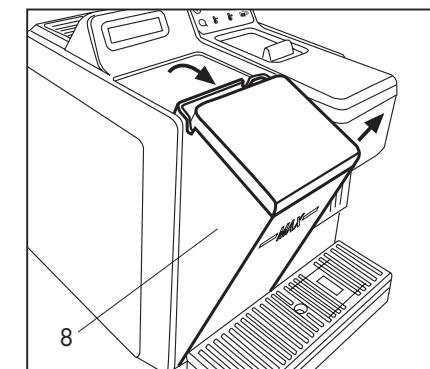

Fig. 1
- Per estrarre il serbatoio, premere leggermente la parte superiore, far scorrere e ruotare verso l'esterno. Alzare il serbatoio verso l'alto una volta disinserito dal vano. (**Fig.1**)